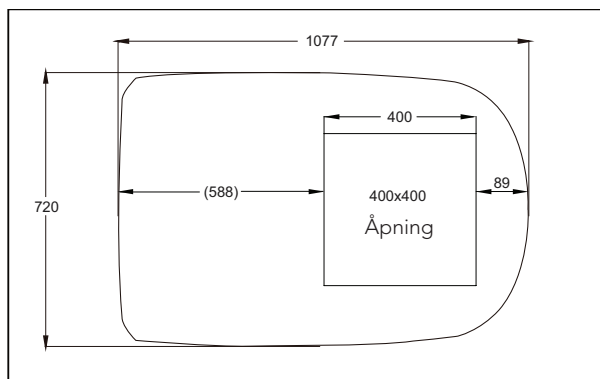

Figur 2
1. Takklimaet må monteres på et plant plan fra front til bak og fra side til side når kjøretøyet er parkert på et plant plan. Figur 2 viser maksimalt tillatte grader som enheten kan monteres over eller under vater.